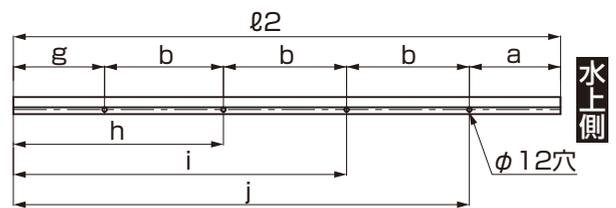
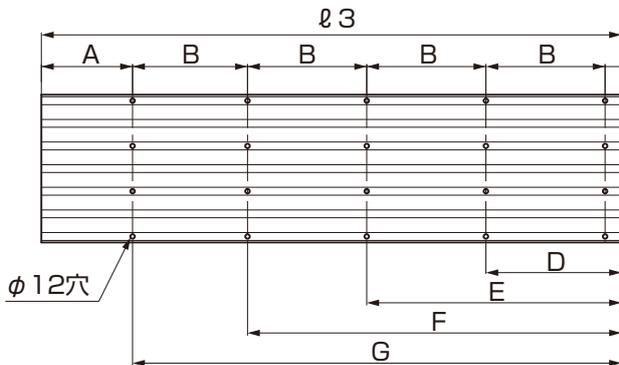
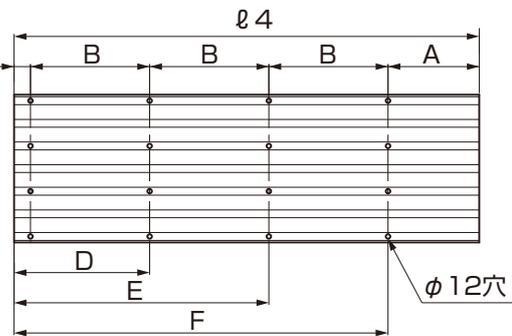

図3-10 側枠上(水下側)加工位置図
図3-11 折板下加工位置図
図3-12 折板上加工位置図
①図3-9、図3-10、図3-11、図3-12、表3-5、表3-6を参照して、側枠と折板を加工してください。